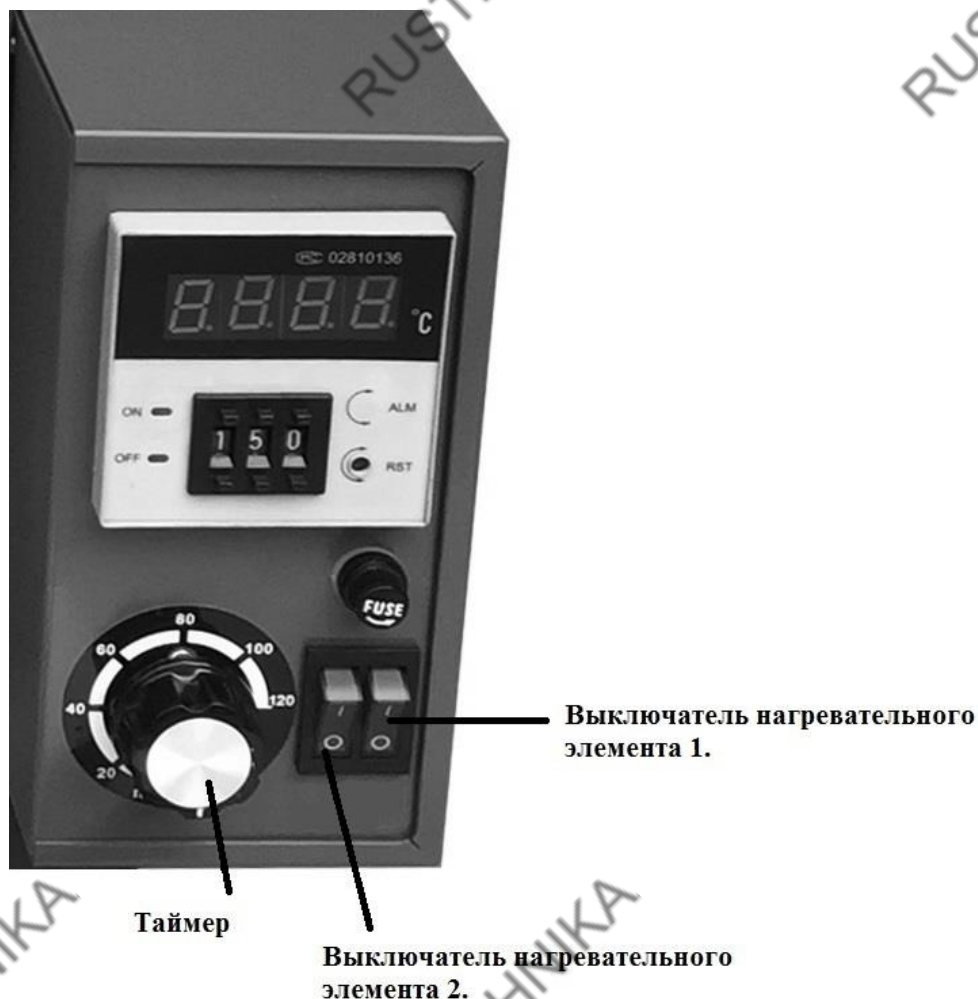

Рис.1
*Вулканизаторы имеют 2 выключателя - для каждого нагревающего элемента соответственно. Нагревательные элементы могут работать как одновременно, так и раздельно. Также они оснащены таймером для засекания времени необходимого для вулканизации (Рис.1).*